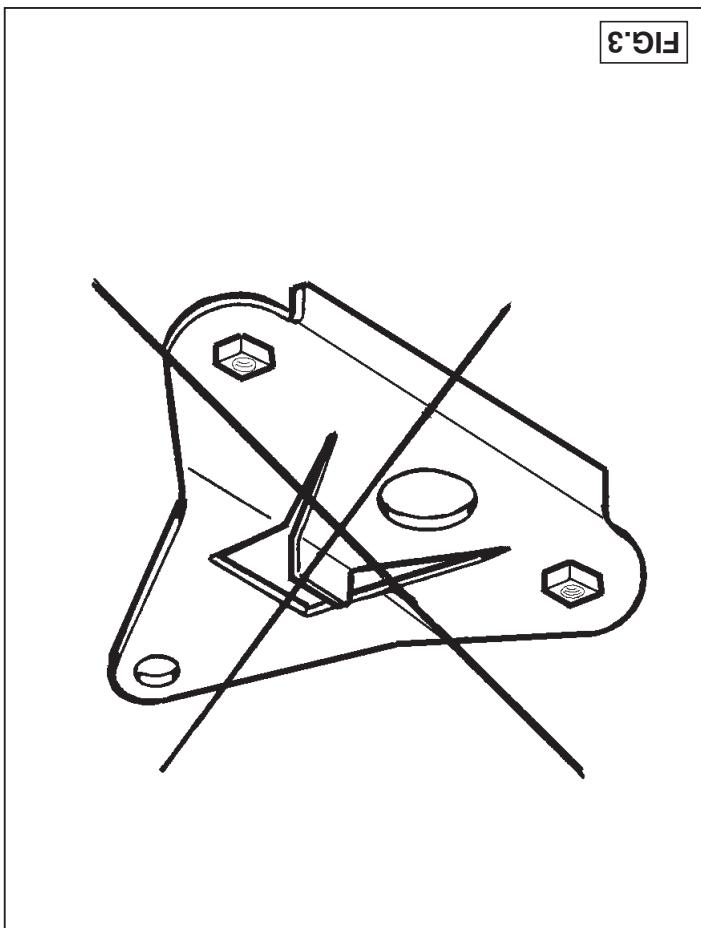
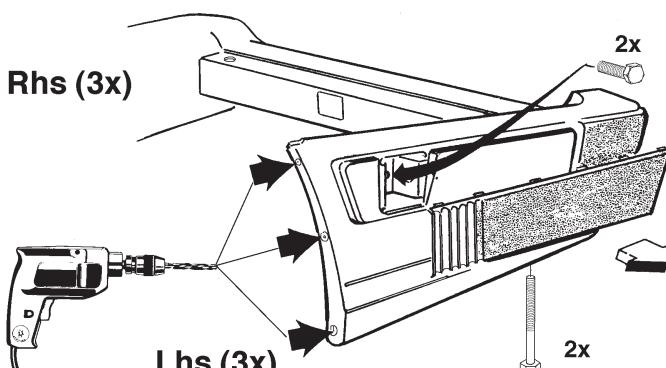
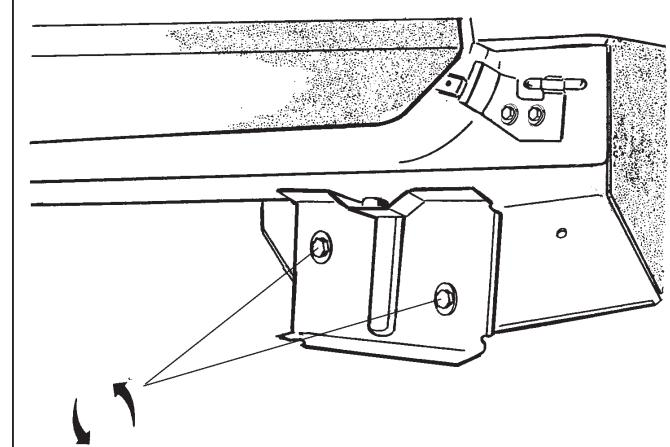

FIG. 3
FIG.1
FIG.2
- Demonteer de bumper. Verwijder de vier bouten en zes popnagels zoals aangegeven in fig.1. Verwijder overeenkomstig fig.2 de bumperbevestigingsbeugels t.p.v. het linker en rechter chassis. Neem de achterste uitlaat bevestiging los.
- \* **Voor de typen tot 1999 geldt:** Verwijder het plaatje zoals afgebeeld in fig.3. Het verwijderde plaatje komt te vervallen.
1. Die Stoßstange abmontieren. Die vier Schrauben und sechs Hohlnieten gemäß Abb. 1 entfernen. Stoßstangenhalterungsbügel beim linken und rechten Fahrgestell gemäß Abb. 2 entfernen. Die hinterste Auspuffhalterung abnehmen.
\* Für alle Typen bis 1999 gilt: Plättchen gemäß Abb. 3 entfernen. Das entfernte Plättchen wird nicht wiederverwendet.
• **TYPY od 1999:** główki zdemontowac wg.rys.3. Element ten nie będzie ką wgy.rys. 2. Zdjąć głowice podwieszanie wydechnu.
• **TYPY od 1999:** główki zdemontowac wg.rys.3. Element ten nie będzie ką wgy.rys. 1. Stozemie zderzaka odkręcić z drutu. Zdemontowane zderzaka. Czerwony śrubę i szesc nitów nutekowych skręcić do kierunku skrętu.
1. Démonter le pare-chocs. Enlever les quatre boulons et les six faux rivets, comme indiqué à la fig. 1. Enlever conformément à la fig. 2 les étriers de fixation du pare-chocs à l'emplacement des châssis droit et gauche. Enlever la fixation d'échappement arrière.
\* Pour les types jusqu'à 1999 : Enlever la petite plaque comme indiqué à la fig. 3. Elle n'est plus utilisée.
1. Demontera kofläningarna. Avlägsna de fyra skruvarna och sex hälslitarna enligt fig.1. Avlägsna enligt fig.2 körflängagrenar monteringsbryggar från chassits hoga och vänstra del. Lossa avgasrörets baksida från detta för att få tillgång till avgasrören. Detta är enkelt att göra med en slags hävstång som följer med i bilen.